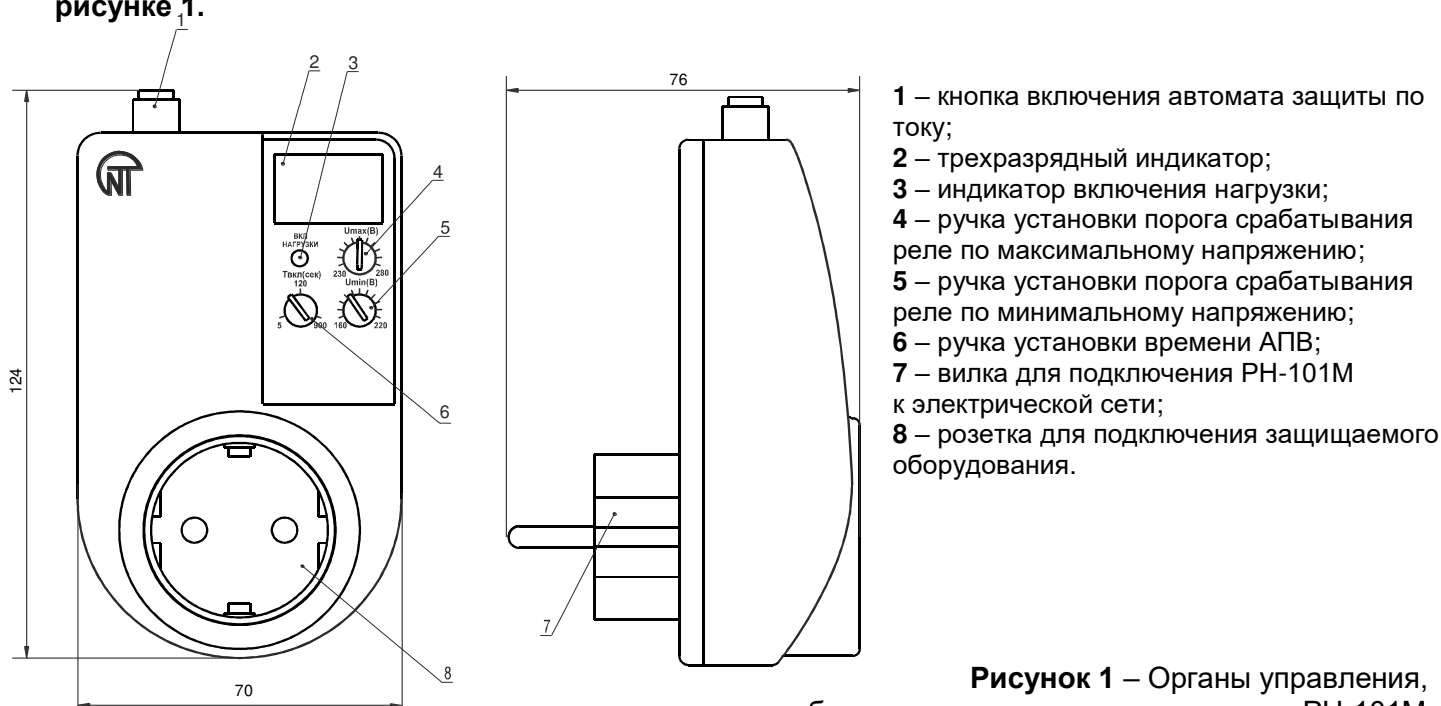

Рисунок 1 – Органы управления, габаритные и установочные размеры РН-101М
Габаритные размеры,	рис.1
Вилка РН-101М (поз.7 рис.1) включается в сетевую розетку 220/230 В 50 Гц. Розетка должна быть рассчитана на ток не менее 16 А. Конструкция розетки должна обеспечивать надежный контакт с изделием.
3.1.4 Включить РН-101М в сетевую розетку. На трехразрядном индикаторе (поз. 2 рис.1) кратковременно появится надпись “StA”, а затем изделие перейдет в состояние **Индикация времени АПВ** (состояние **Индикация времени АПВ** описано в п. 3.2.1.3).
3.1.5 При необходимости, установить уточненные значения порогов срабатывания реле по минимальному и максимальному напряжениям, а также время АПВ. При вращении ручек на трехразрядный индикатор (поз. 2 рис.1) выводится значение соответствующего параметра одновременно с миганием точек.
3.1.6 Если РН-101М находится в состоянии **Авария по току** (п.3.2.1.4), нажать кнопку включения автомата токовой защиты (поз. 1 рис.1).
3.1.7 Подключить защищаемое оборудование к розетке изделия (поз.8 рис.1).
3.2.1.1 Изделие находится в состоянии **Нормальная работа**, если напряжение сети находится в заданных пользователем пределах, включен автомат токовой защиты и истекло время АПВ. В этом состоянии защищаемое оборудование подключено к сети, горит индикатор включения нагрузки (поз. 3 рис.1), а на трехразрядном индикаторе (поз. 2 рис.1) отображается значение контролируемого напряжения.
3.2.1.4 Состояние **Авария по току** При срабатывании автомата защиты по току, защищаемое оборудование отключается от сети, на трехразрядный индикатор выводится значение контролируемого напряжения и мигает индикатор включения нагрузки (поз. 3 рис.1). В этом случае, для подключения нагрузки, необходимо через 1-2 минуты нажать кнопку включения автомата защиты (поз.1 рис.1). Если произойдет повторное срабатывание автомата защиты по току, следует проверить мощность, потребляемую защищаемым оборудованием (оборудование должно быть исправно и его суммарная мощность не должна превышать 3,5 кВт).